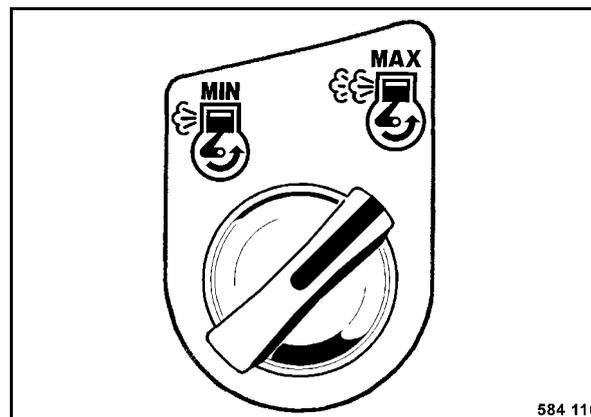

Рис. 57
- Повернуть поворотный выключатель частоты вращения двигателя (Рис. 57) вправо в положение "MAX".